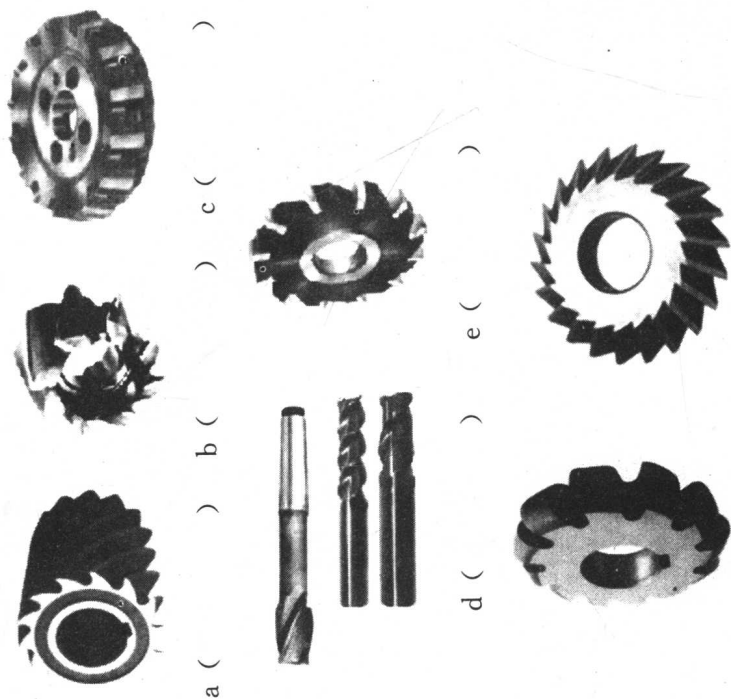

图1-3-1
2. 写出图1-3-1中各种铣刀的名称。
在图1-3-1中用来铣削平面的铣刀有_____；用来铣削直角沟槽的铣刀有_____；用来铣削特形沟槽和特形面的铣刀有_____。